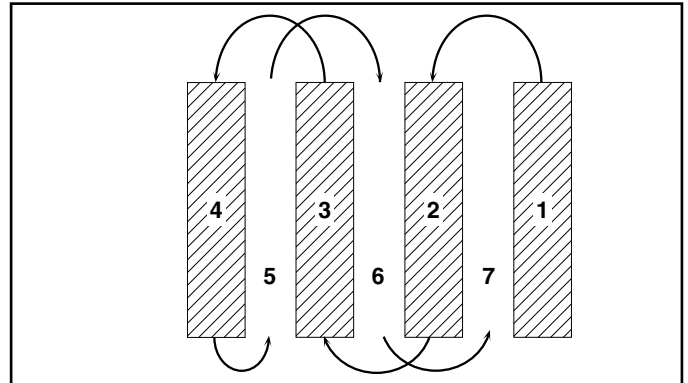

FIG. 9
- Vous trouverez le labourage beaucoup plus facile si vous laissez un rang non bêché entre les sillons. Puis retournez entre les sillons (Voir la fig. 9). Il y a deux raisons pour faire ceci. Premièrement, des virages larges sont beaucoup plus faciles à prendre que des demi-tours. Deuxièmement, la motobineuse ne vous entraînera pas vers le rang plus proche.